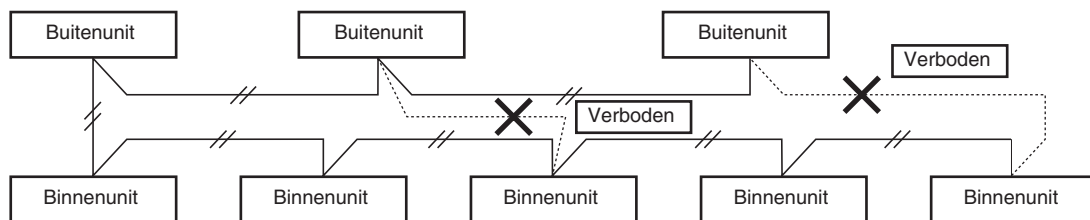

Afb. 4-2
- (1) Raadpleeg Paragraaf "4-2. Aanbevolen draadlengte en draaddiameter voor de stroomvoorziening" voor een uitleg van "B", "C", "D" en "E" in het schema hierboven.
- (2) Het basis aansluitschema voor de binnenunit maakt gebruik van de aansluitingsborden, dus het is mogelijk dat de aansluitingsborden in uw apparatuur verschillen van het schema. (Afb. 4-2)
- (3) Het koelcircuit (R.C.) adres moet worden ingesteld voor de stroom wordt ingeschakeld.
- (4) Wat betreft de adresinstelling van de afstandsbediening dient u de installatie-instructies te raadplegen die geleverd worden bij de afstandsbediening (optioneel). De adresinstelling kan automatisch worden uitgevoerd via de afstandsbediening. Raadpleeg de installatie-instructies die met de afstandsbediening (optioneel) worden meegeleverd.